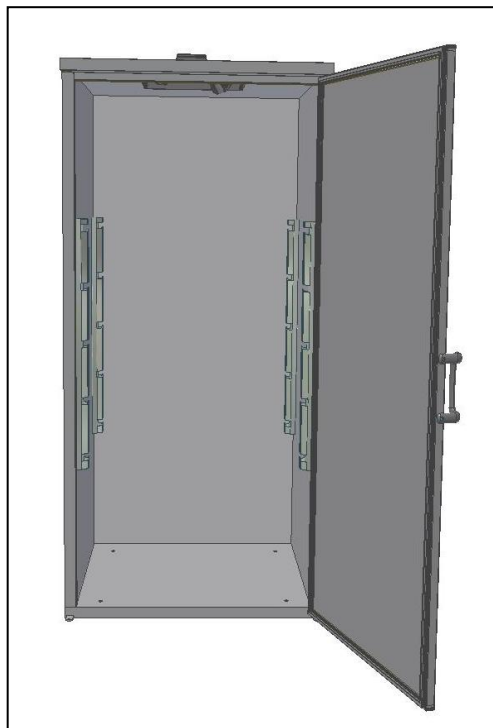

Fig. 13
- Collocare i **montanti** sui laterali, destro e sinistro, all'interno dell'armadio (Fig.13);